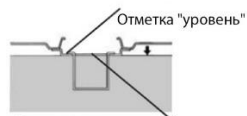

Рис.5
2. Снимите и очистите топливный фильтр (рис. 4) перед тем, как вставить его обратно. Используйте 90-ый бензин. Генератор, который используется впервые или долгое время не использовался, не должен быть заполнен полностью. Обычно заправляйте газ онлайн до 3/4 уровня бака (рис. 5). Расход топлива пропорционален нагрузке бытовой техники.